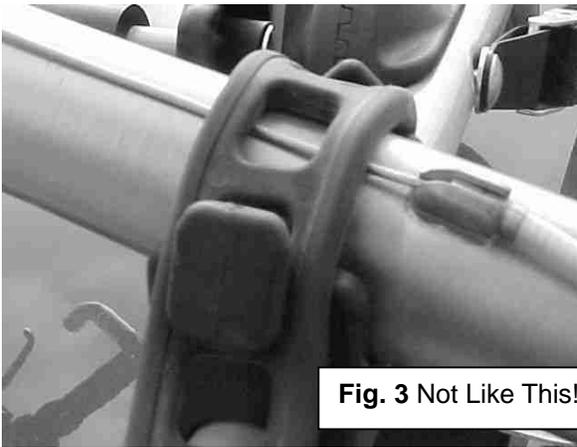
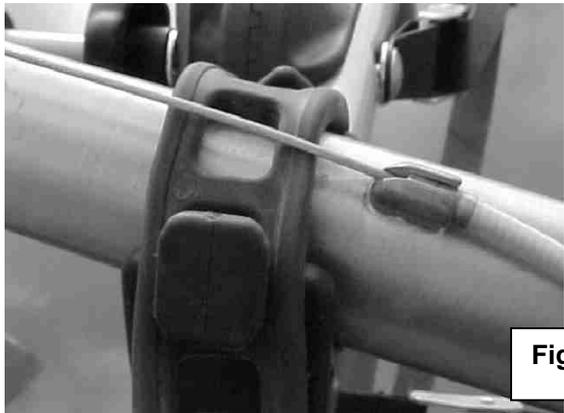

Fig. 3 Not Like This!
Fig. 4 Like this!
6. Attach the rubber straps (total 6) to the rubber cradles. Start with the round (end) hole of the strap stretched over the diamond shaped “nub” on the cradle. Which hole you choose for the other “nub” will depend on the diameter of the bicycle’s specific tube placed in the cradle. Each strap should snuggle firmly and completely over the “nub.” Check to make certain that all straps are attached correctly before proceeding. Be sure *not* to route straps over any cables (see **Fig. 3**.), but rather under them (see **Fig. 4**). This will protect the finish on the bicycle frame and provide a more solid mounting on the *Express* rack.
2. Placer le vélo le plus lourd en premier sur l'Express-3 (le plus proche du véhicule), en mettant le tube supérieur du cadre sur les berceaux en caoutchouc. Le guidon doit être du côté du conducteur. S'assurer que les pédales du vélo ne touchent pas ou ne toucheront pas le véhicule. Attacher fermement les 3 sangles en caoutchouc comme sur la Fig. 4.